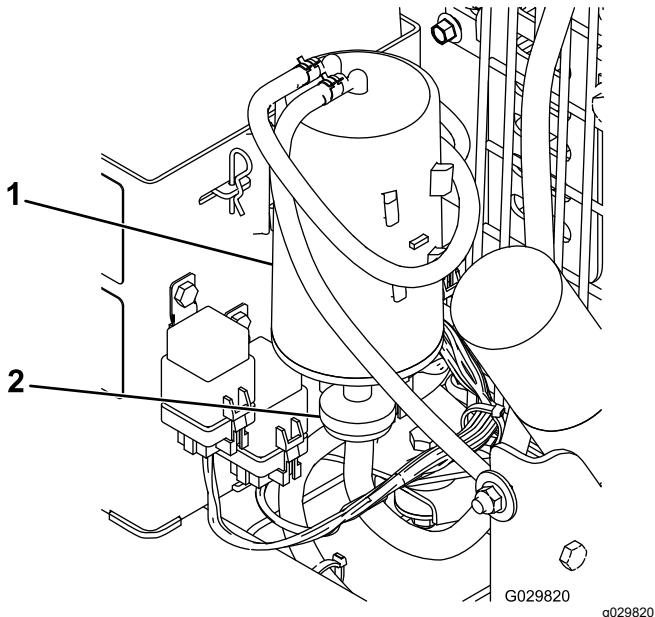

Figura 38
2. Retire e deite fora o filtro de ar do recipiente de carbono (Figura 38).